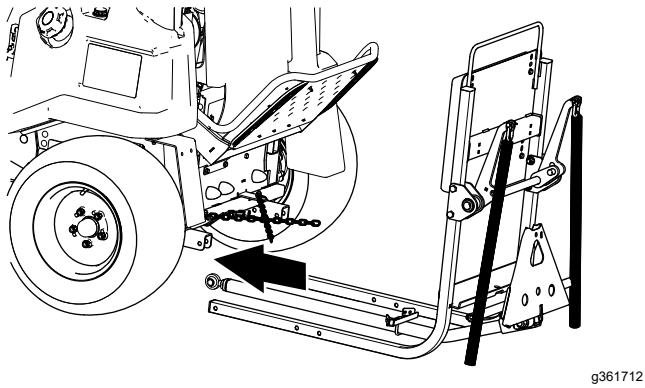

Figura 11
2. Instale la placa de retención en la barra de tracción con una abrazadera y 2 contratuerca con arandela prensada (5/16"), como se muestra en la Figura 11.
3. Sitúe el bastidor de elevación del apero trasero debajo de la máquina (Figura 11).